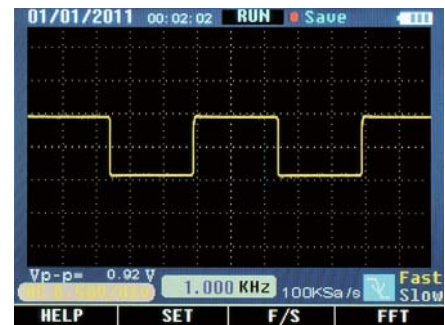

Figure 2-10-1
- Après le démarrage, l'heure et la date sont affichés dans le coin supérieur gauche, au format : mm/dd/yy, hh/mm/ss (Figure 2-10-1).